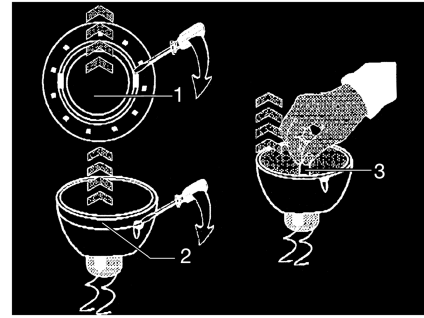

Fig. 261 Cambiar la bombilla halógena
- Soltar el anillo de cubierta interior (Fig. 261,1) de la carcasa con un destornillador.
- Soltar el anillo de cubierta con la lámina de vidrio (Fig. 261,2) de la parte inferior de la lámpara halógena empotrada utilizando un destornillador.
- Extraer la bombilla halógena (Fig. 261,3).